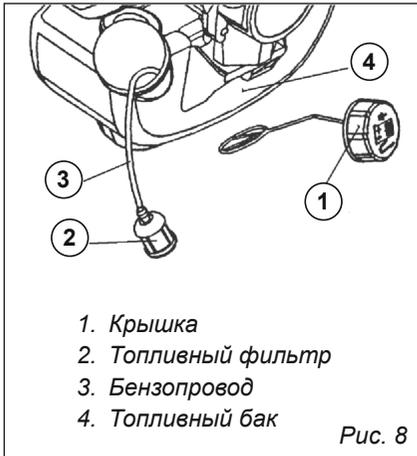

Рис. 8
11.2. Топливный фильтр (рис. 8)